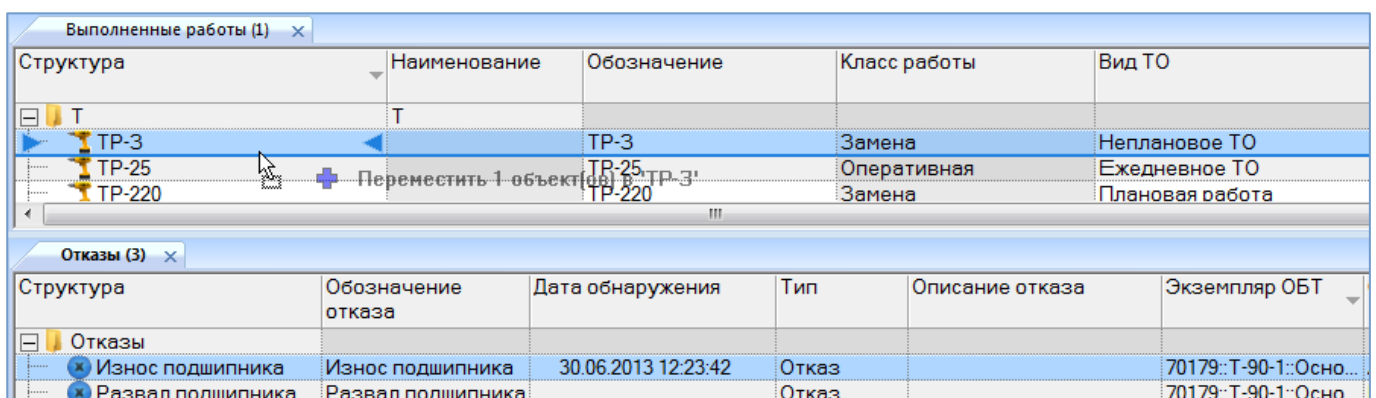

Рис. 27-22 – Переместить неисправность на работу
- 3) Переместить с помощью мыши неисправность на работу в окно «Выполненные работы». Появится подсказка вида «+ Создать связь X объект(ов) в ...» (рис. 27-22). Отпустить кнопку мыши.